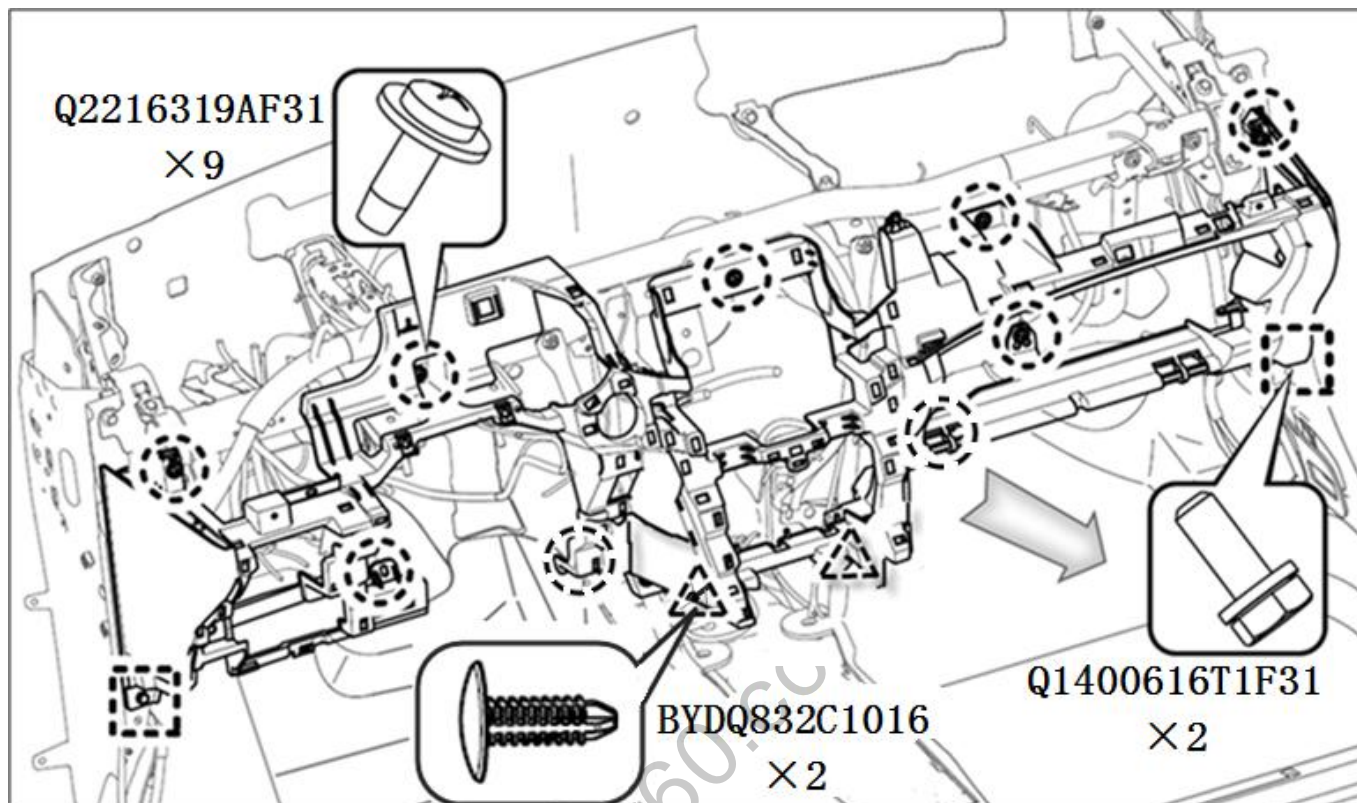

图 1.5.23 下本体总成
- (1) 拆卸前应先了解仪表板下本体结构及各紧固元件位置(见图 1.5.23)
- (2) 用十字螺丝刀将九个十字槽盘头自攻螺钉(Q2216319AF31)拆卸下来,用六角套筒(10号)将两个六角头螺栓(Q1400616T1F31)拆卸下来,用一字螺丝刀将两个叶子片卡扣(BYDQ832C1016)拆卸下来。
- (3) 确认与线束连接全部断开后,即可沿图 1.5.23 中的箭头方向将仪表板下本体拆分下来。